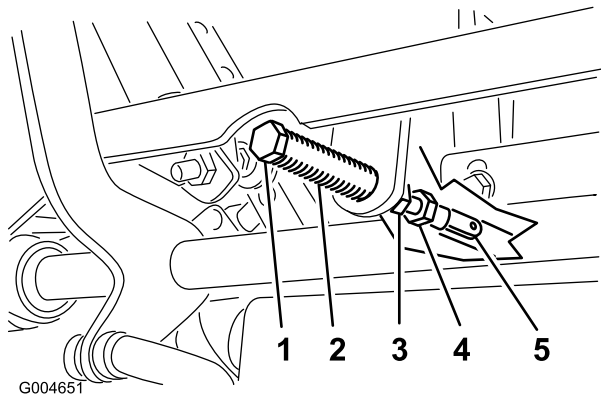

Bild 54
5. Ziehen Sie den Hebel zurück, bis der Lastösenbolzen (am Arm über der Gelenkwelle) das Schlitzende berührt (und soeben Druck auf die Feder ausübt), wie in Bild 54 abgebildet.
7. Sollte eine Einstellung erforderlich sein, lockern Sie die Mutter und die Klemmmutter gegen das Joch (Bild 54).
8. Drücken Sie den Fahrtriebshebel leicht nach hinten, drehen Sie den Kopf der Einstellschraube in die entsprechende Richtung, bis der Schaltbügel Schalthebel in der ARRETIERTEN NEUTRAL-Stellung zentriert ist (Bild 54).
9. Ziehen Sie die Mutter und die Klemmmutter an (Bild 54).
10. Ziehen Sie die Klemmmuttern an den Kugelgelenken fest (Bild 54).